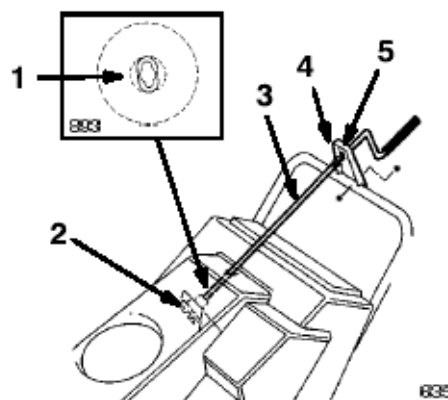

图9
- 1、当对齐安装架和扶手下部的孔，把排雪道曲柄扁平的一端插入罩盖上的孔中。（图9）
- 3、将塑料衬套完全插入安装架的孔内。（图9）
- 4、用2个螺栓和锁紧螺母紧固安装架于扶手上。（图9）